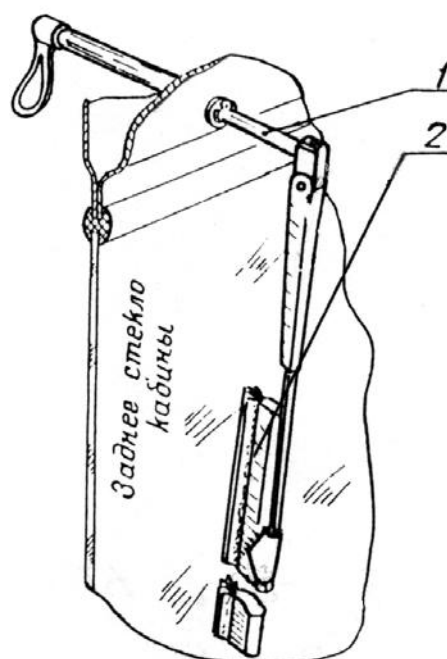

Рисунок 13 – Стеклоочиститель ручной
•Ручной стеклоочиститель заднего стекла кабины (рисунок 13) таким образом, чтобы ось стеклоочистителя 1 проходила через заднюю стенку кабины рукояткой внутрь, и на наружном ее конце был закреплен рычаг со щеткой 2.